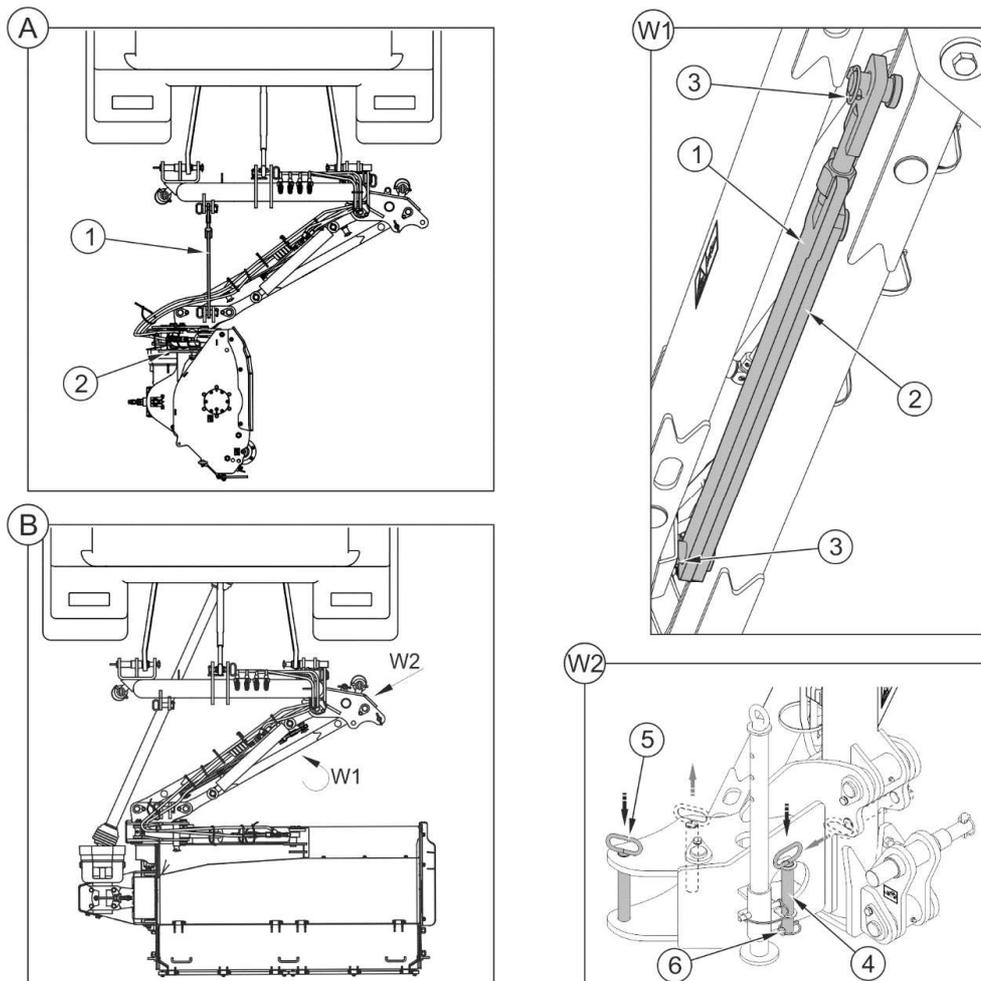

FIGURE 4.5 Réglage de la faucheuse en position de travail
- retirer les verrous des vérins, les mettre sur les broches spéciales et sécuriser avec des goupilles (FIGURE 4.5),
- changer la position de la broche de transport (4) et de la broche de verrouillage (5) et sécuriser avec des goupilles (6) (FIGURE 4.5),
- déconnecter les blocages des vérins (1, 2) et les fixer comme sur la figure 4.5 et sécuriser avec les goupilles (3),
- changer la position du crochet de transport (4) et de la broche de blocage (5) et sécuriser avec les goupilles (6) comme sur la figure 4.5,